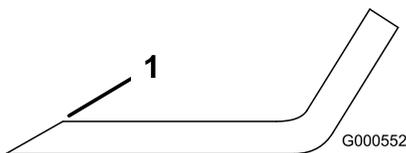

Figura 66
- Utilice una lima para afilar el filo de corte en ambos extremos de la cuchilla (Figura 66).
**Nota:** Si la cuchilla no está equilibrada, rebaje algo el metal en la parte de la vela solamente (Figura 66).